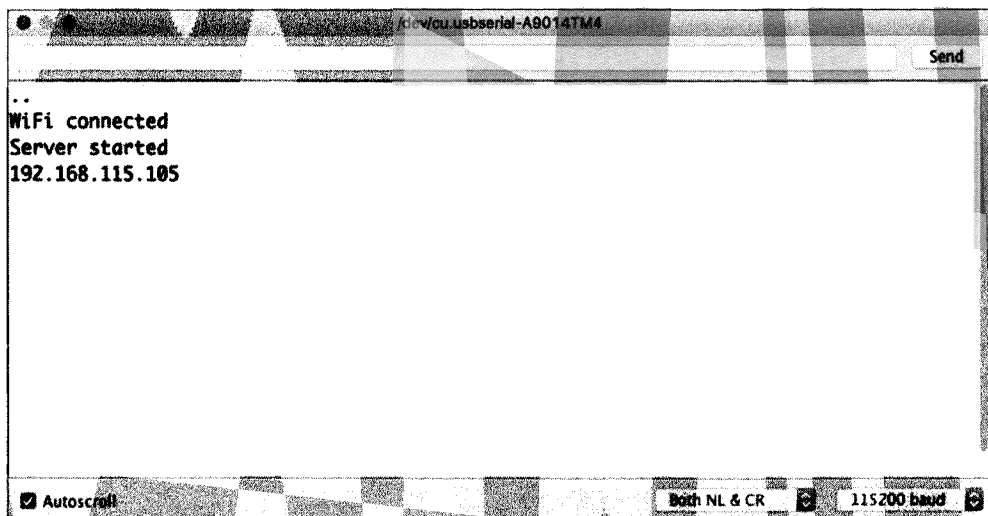

Рис. 2.4. Адрес платы ESP8266 в домашней сети
12. Загрузите прошивку в плату ESP8266. Перезагрузите плату и откройте монитор порта — вы должны увидеть IP-адрес, присвоенный плате (рис. 2.4).